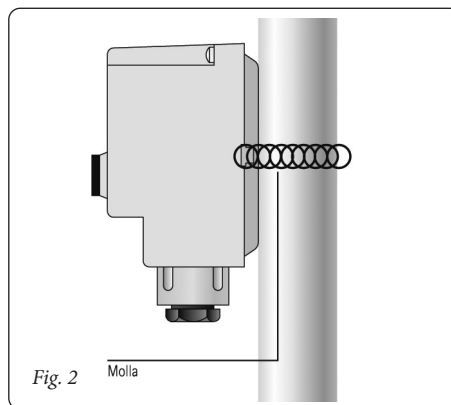

Fig. 2
- fissare il termostato sul tubo mandata impianto utilizzando la molla in dotazione (Fig. 2).